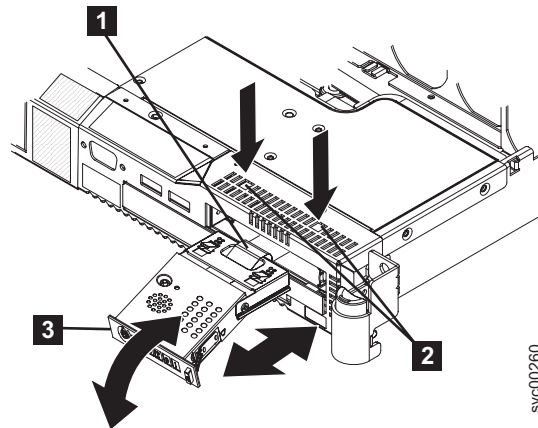

図 169. ライト・パス・アセンブリーの取り外し
10. ノード上部を通して見える 2 つの解放ボタン (図 169 の **2**) を押して、ライト・パス・アセンブリー **3** を完全にノードから引き出します。注意して、リボン・ケーブル **1** をライト・パス・アセンブリーの後を通して引っ張ります。